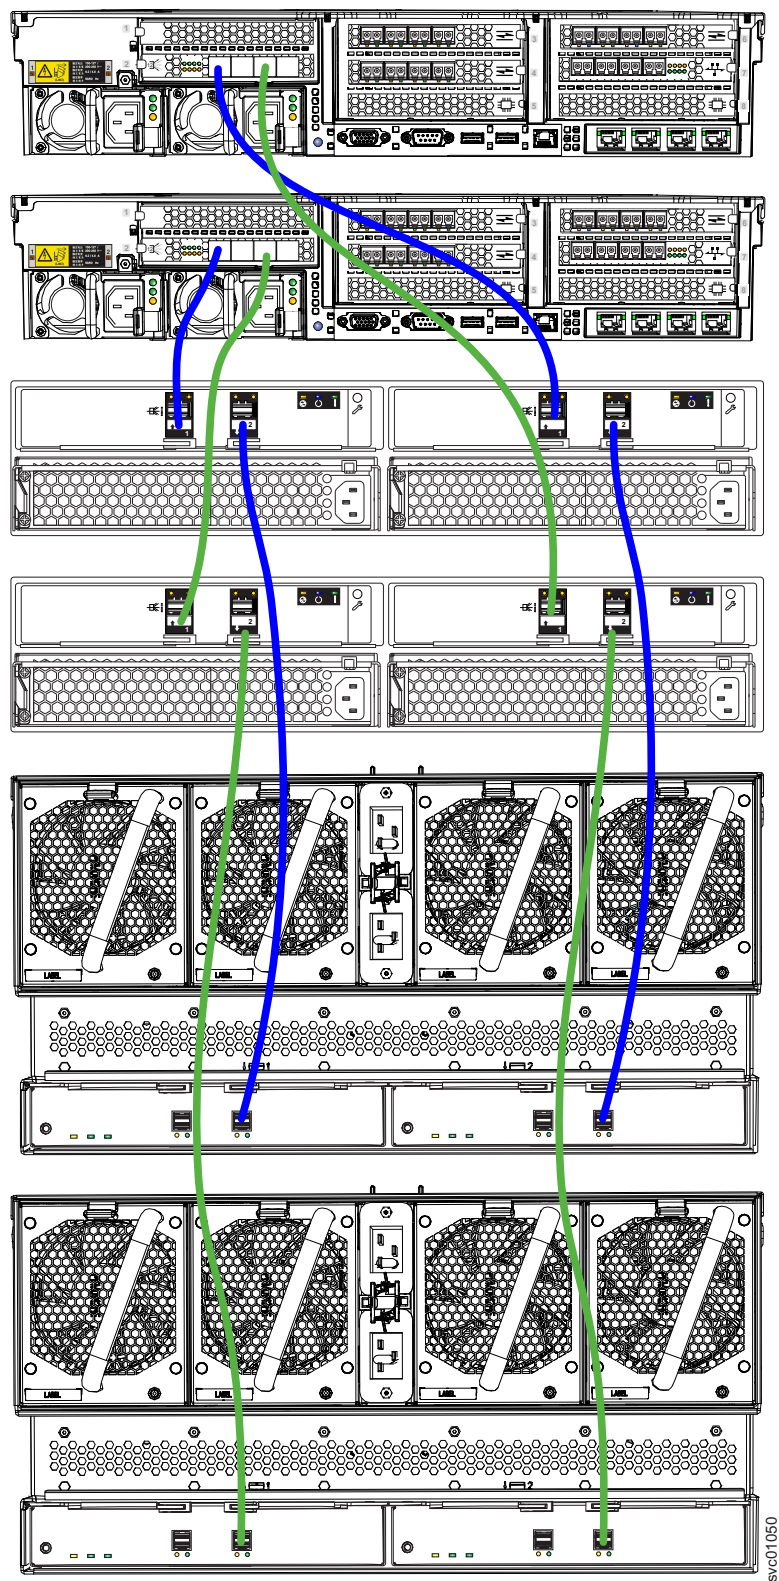

図 118. SAS ケーブルの接続
1. 140 ページの図 118 に示されているように、ケーブルを取り付けます。
注: 140 ページの図 118 は、SAS エンクロージャーと各ノード・エンクロージャーとの間のケーブル接続を示すためのものです。これは、ラック内のエンクロージャーの正確なラック取り付け順序を表すものではありません。しかし、サイズと重量を考慮して、2145-92F エンクロージャーを必ずラックの一番下に配置してください。
140 ページの図 118 に示されているように、1 つの SAS チェーン内で 2145-24F、2145-12F、および 2145-92F の各エンクロージャーを組み合わせることができます。制限要因は、さまざまなコンポーネントのチェーン重量の合計です。ノードの SAS ポートに接続できる最大 SAS チェーン重量は 10 です。